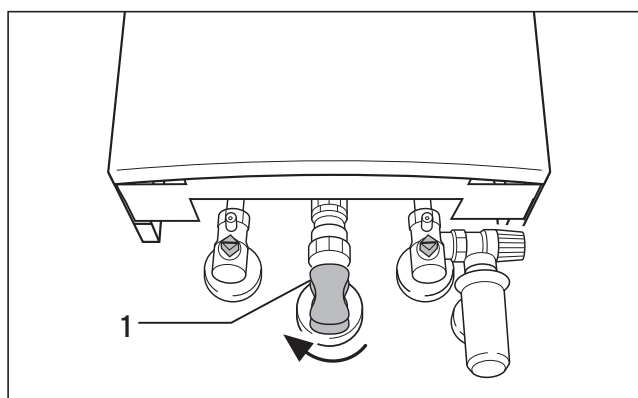

Fig. 2.1 Chiudere il rubinetto del gas
- chiudere il rubinetto d'intercettazione del gas (1) sull'apparecchio (fig. 2.1) e chiudere il rubinetto d'intercettazione principale